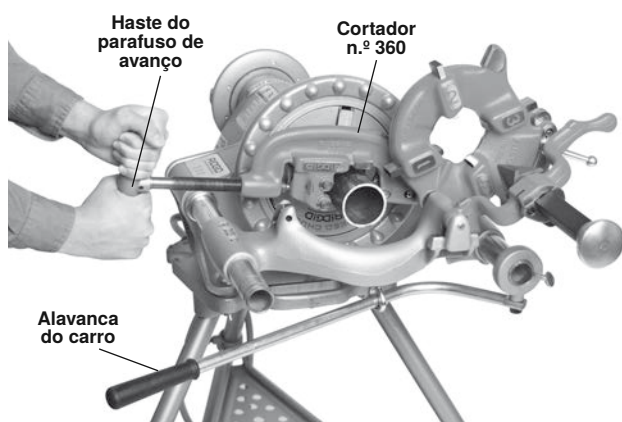

Figura 21 – Corte com a cortadora n.º 360
4. Agarre com as duas mãos a haste de avanço da cortadora de tubos (figura 21).